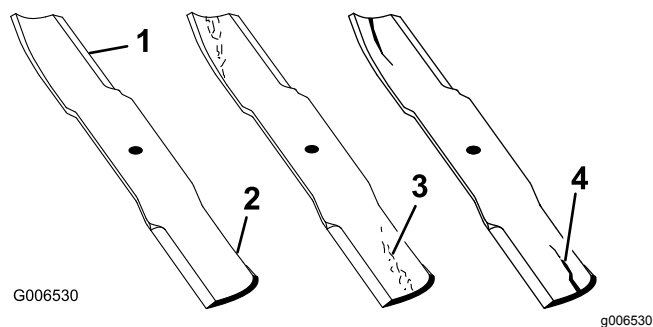

Figura 55
1. Inspeccione as extremidades de corte (Figura 55).
4. Se verificar quaisquer fissuras, desgaste, ou a formação de ranhuras nesta área instale imediatamente uma lâmina nova (Figura 55).